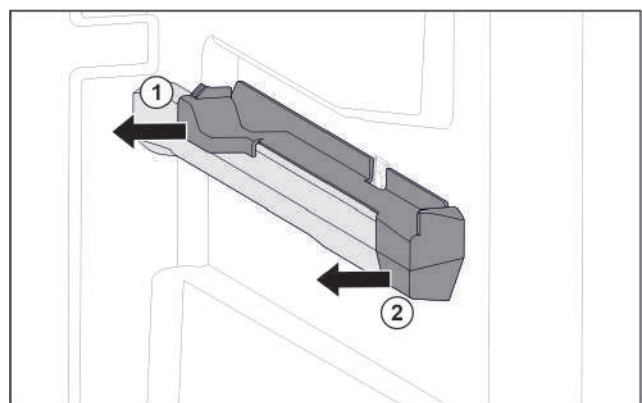

Fig. 31 Aufsteckteil auf der rechten Behälterrippe
- Aufsteckteil hinten zur Seite abziehen. Fig. 31 (1)
- Aufsteckteil vorne zur Seite abziehen. Fig. 31 (2)